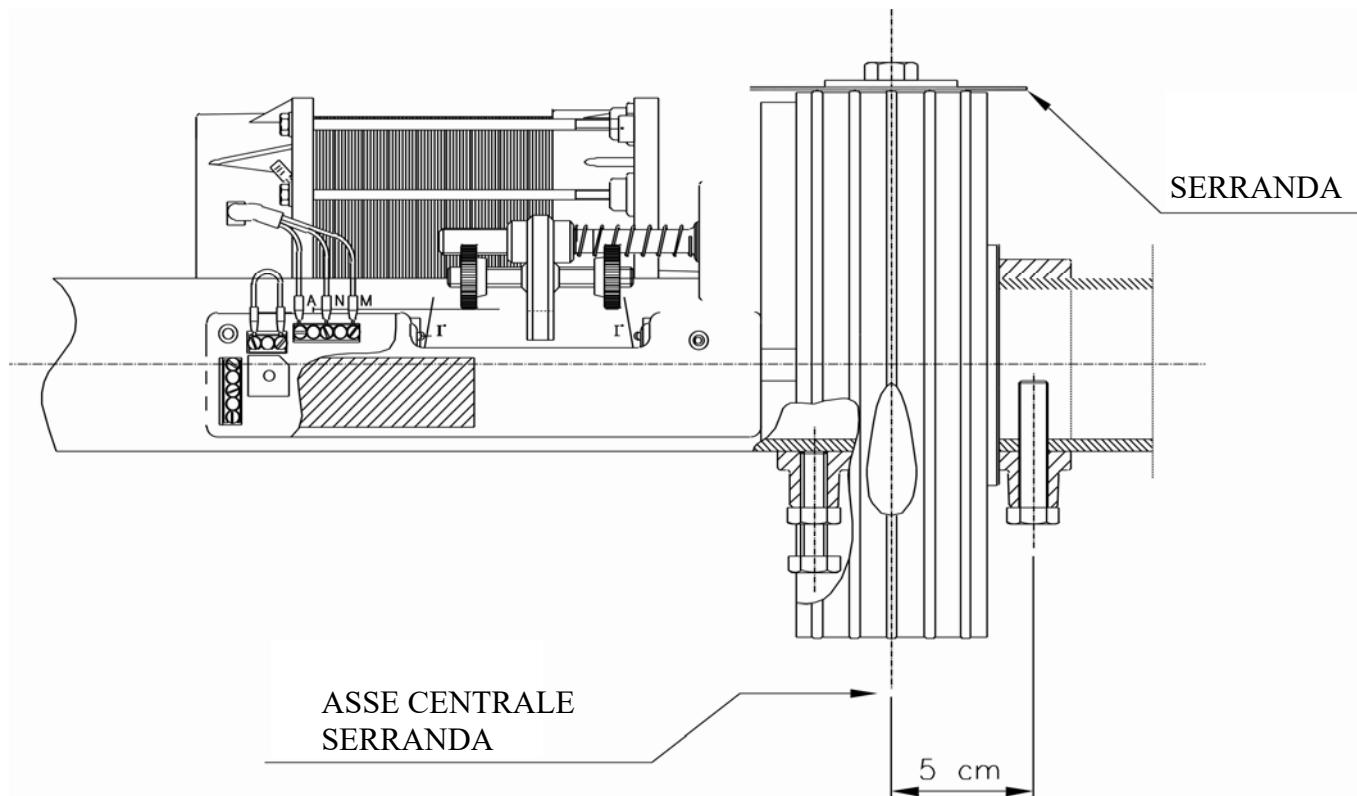

FIG. 1
- 1) Praticare un foro del diametro di 10 mm a 5 cm dal centro dell'asse della serranda (vedere **FIG. 1**).
- 13) Serrare a mano il motoriduttore per 1-1½ giri portando la ghiera di finecorsa verso il microswitch 1 (in basso) come nella fig. 1 (deve ruotare agevolmente).
- 19) Se è necessario installare la serranda nel verso opposto a quello illustrato in **FIG. 1**, i punti precedenti devono essere eseguiti scambiando i ruoli dei due microswitch, poiché il microswitch 2 arresta la discesa e il microswitch 1 arresta il sollevamento.